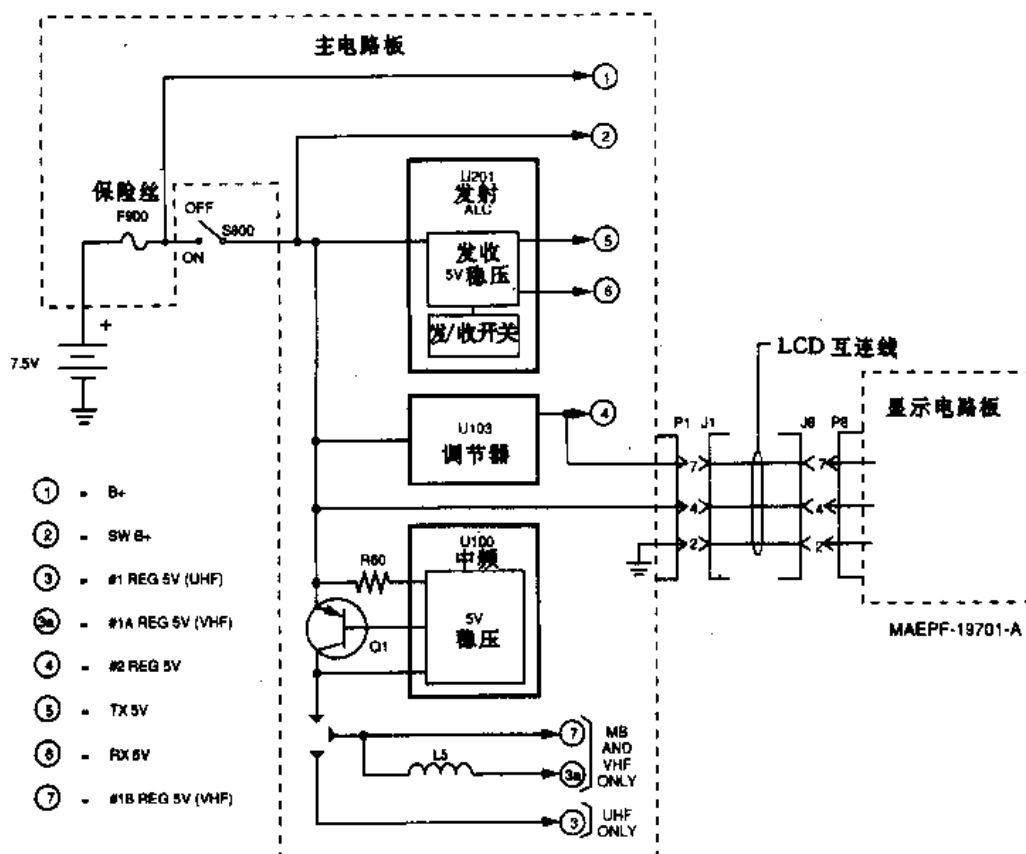

图 4-2 DC 直流电压分配方框图
电台的电源是一个 7.5V 电池,这个电池正极 B+ 经过普通导线接到 P4 的 4 脚和 6 脚,再通过 5A 的保险管 F900 接到 J2 的 11 脚,然后通过 PTT/控制线连到开关 S800 的一端。电池正极 B+ 还直接连到功率放大器(PA)、集成模块 U202 的 6 脚和 12 脚(VHF 甚高频时)或 6 脚和 8 脚(UHF 超高频时)。B- 的代号是“①”如图 4-2。